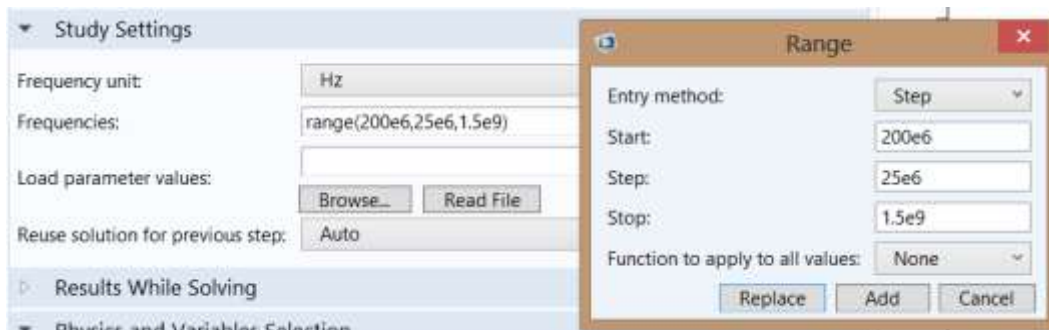

Рис. 7.9. Установка диапазона частот анализа
3. В текстовом окне **Frequencies** , напечатайте диапазон частот: `range(200e6,25e6,1.5e9)` Диапазон частот, который вы ввели от 200 MHz до 1.5 GHz с шагом 25 MHz (рис. 7.9).